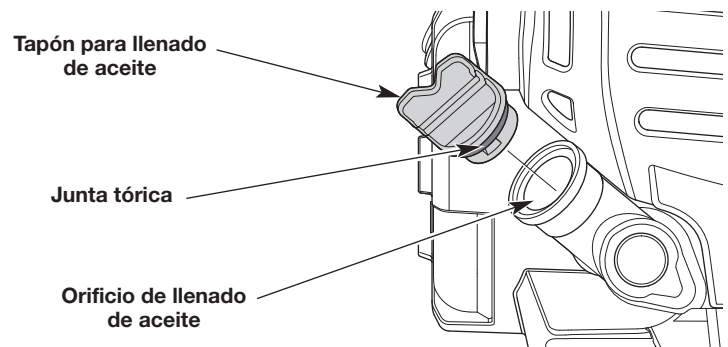

Fig. 7
- Desenrosque el tapón de llenado de aceite (Fig. 7).
- Vierta todo el contenido de la botella dentro del orificio de llenado de aceite (Fig. 7). **NO** llene el depósito en exceso. Consulte *Control del nivel de aceite*.
**NOTA:** Compruebe que la junta tórica esté en su lugar en el tapón de llenado de aceite (Fig. 7).